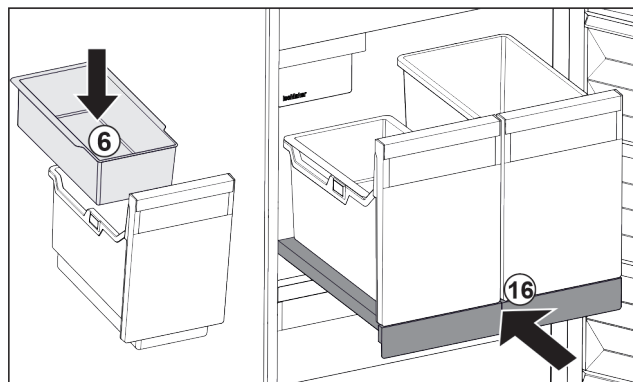

Fig. 25
- Introduceți tava suspendată Fig. 25 (6) pentru cuburi de gheață.
- Inserați raftul extractibil cu recipientele (IceTower). Fig. 25 (16)